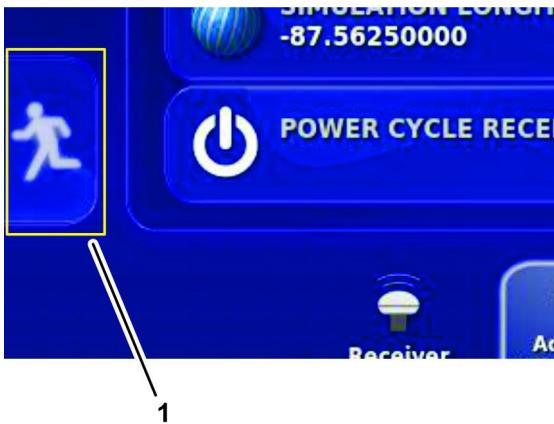

Figura 129
5. Pulse el ícono SALIR DE CONFIGURACIÓN (Figura 129).